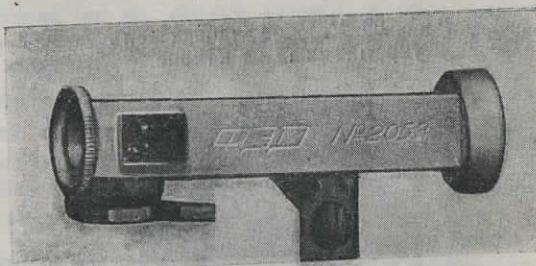

Рис. 68. Угловой видоискатель.
**Съемка с угловым видоискателем** Среди небольшого ассортимента принадлежностей к камере ФЭД имеется один не столь полезный, сколь интересный прибор. Это — угловой видоискатель, изображенный на рис. 68. Прибор состоит из неболь-